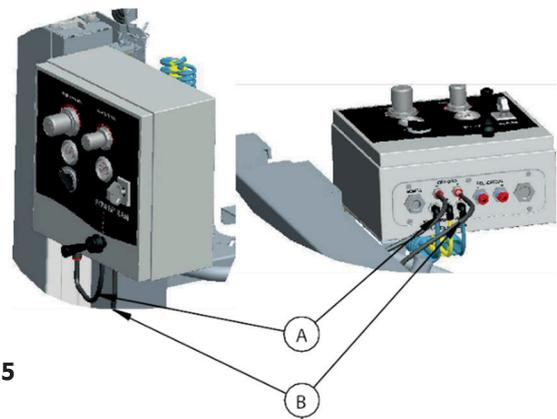

Fig 5
- A unidade é fornecida com o gabinete de controle na posição de transporte. Para colocar o painel de controle na posição de trabalho, basta desconectar os tubos A e B do painel de controle (fig. 5) e remover o pino do orifício que trava o painel de controle (consulte as setas superiores) e abaixar o painel de controle para o novo funcionamento, posição (veja a seta para a direção de rotação). Quando o painel de controle estiver no lugar, insira o pino, certificando-se de que os orifícios da nova posição coincidam. Isso travará na posição de trabalho. Em seguida, conecte os tubos na parte inferior do painel de controle, de acordo com o diagrama (veja a fig. 5).